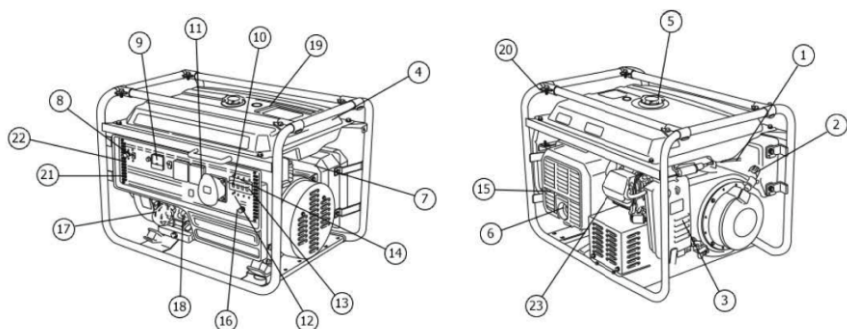

Рис. 1*
- Під час встановлення генератора слід підключити до різьбової клеми (поз. 18; рис. 1) провідник заземлюючого пристрою, що задовольняє вимогам розділу «Забезпечення вимог безпеки»
5. Плавно витягнути до упору трос ручного стартера за ручку (поз.2, рис.1) та повернути у вихідне положення (див. також рис.3)